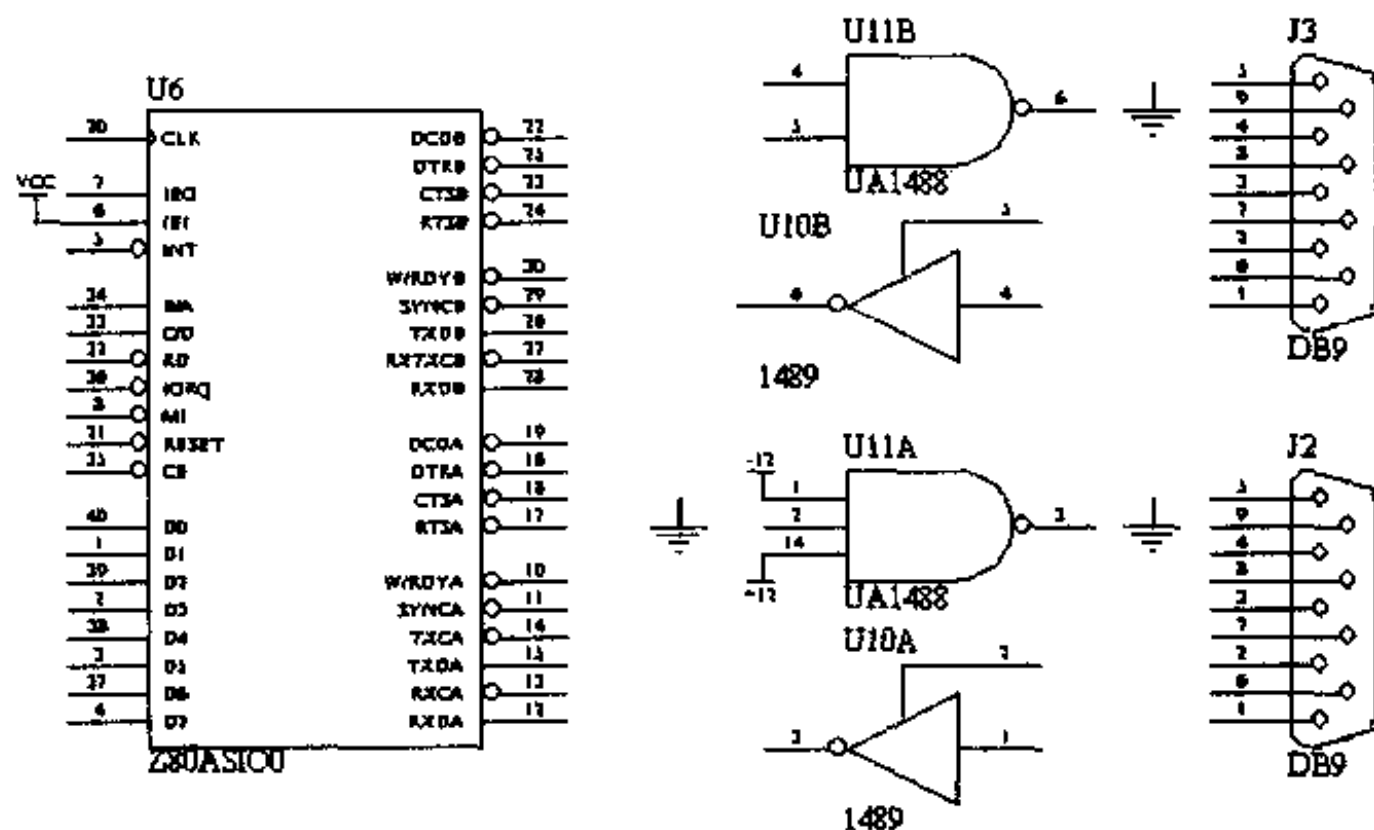

图 2-55 编辑元件和放置电源后的绘制结果
(1) 调整一些元件的位置, 例如将名为 1489 的元件旋转 270 度, 把某些元件进行水平或垂直排列, 并用鼠标拖动元件来调整好元件间的距离, 也可在编辑元件时用鼠标左键双击元件, 这时会弹出关于元件属性的对话框, 用户可以修改其中的选项, 从而对元件进行必要的编辑, 还可以使用 Edit/Move 子菜单有各命令来实现。
(2) 在编辑好元件后, 就可放置电源和接地符号了, 打开电源和接地符号工具条, 选择所要放置的电源和接地符号, 并相应地进行位置调整, 用鼠标双击电源打开属性对话框, 编辑其属性。绘制结果如图 2-55 所示。